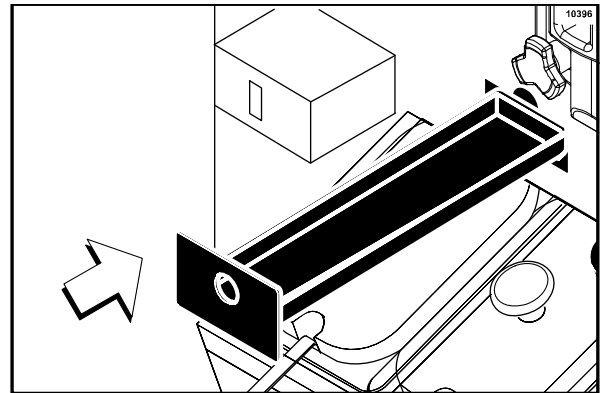

Abbildung 140
12. Die lange Tropfschale in die Öffnung in der vorderen Verkleidung oberhalb der Siruptopping-Dispenser schieben. (Siehe Abbildung 140.)